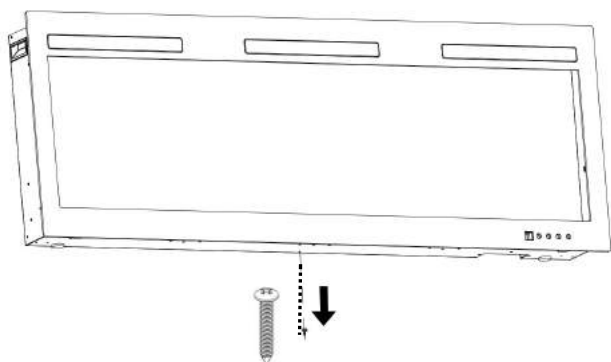

Fig 4-1
A. Retirez la vis argentée située au bas de l'appareil. (Fig 4-1). Mettez la vis de côté.
D. Connectez les fils de terre verts (G), les fils blancs standard (N) et ensuite les fils thermoélectriques noirs (L) en utilisant les connecteurs (VOIR LA FIG. C).
E. Vissez le couvercle à l'aide de trois vis, comme indiqué sur la FIG. 4-1.